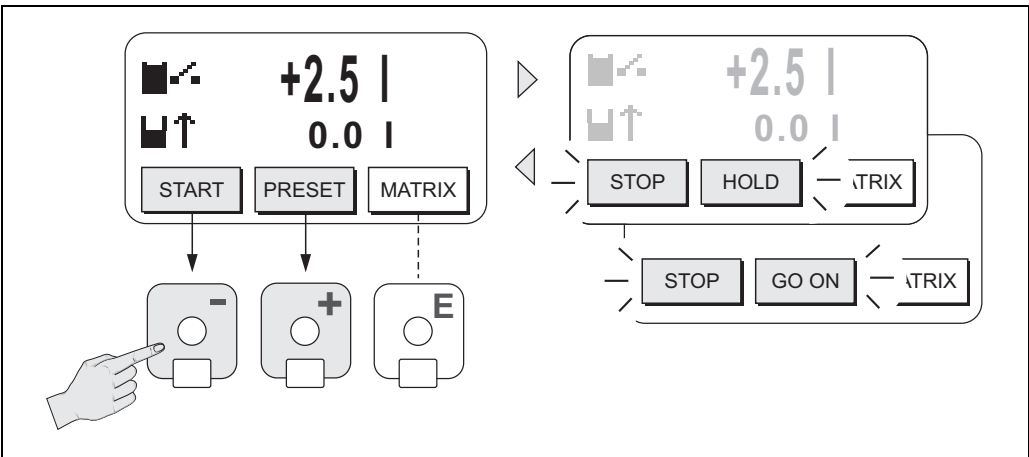

Fig. 26: Control de procesos de dosificación mediante el indicador local (teclas para configuración)
- 1. Configure las funciones de dosificación requeridas y asigne la línea inferior del indicador a dosificación (= TECLAS DOSIFICACIÓN) mediante el menú de configuración rápida "DOSIFICACIÓN" → página 59) o la matriz de funciones ( → página 37). Aparecerán entonces las siguientes teclas de configuración rápida en la línea inferior del indicador local → Fig. 26:
- 3. Después de salir del menú de preajuste (PRESET), puede iniciarse el proceso de dosificación pulsando la tecla INICIO (▢). Aparecen entonces nuevas teclas para configuración (PARO (STOP) / ESPERA (HOLD) y SEGUIR (GO ON)), con las que puede terminarse, detenerse o continuarse en cualquier momento el proceso de dosificación → Fig. 26